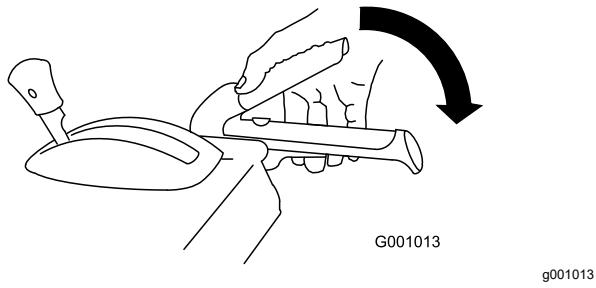

Рисунок 20
- Для включения привода шнека/крыльчатки прижмите правый рычаг (шнека/крыльчатки) к рукоятке (Рисунок 20).